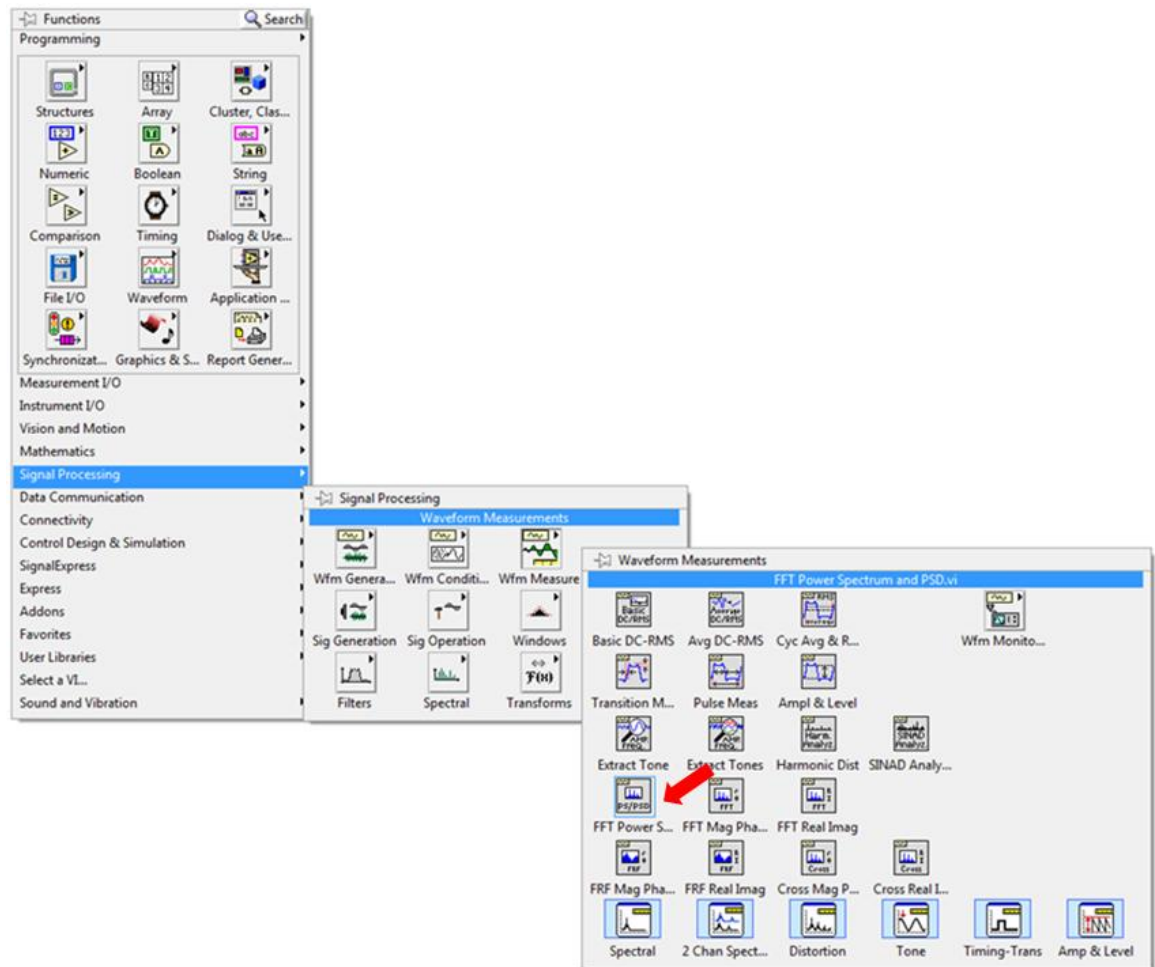

Figura 31. O LabVIEW contém muitas funções de análise integradas e muitas outras são suportadas através de kits de ferramentas e add-ons.
2. Clique com o botão direito no diagrama de blocos e selecione **Signal Processing » Waveform Measurements » FFT Power Spectrum and PSD**, conforme ilustrado na figura 31.